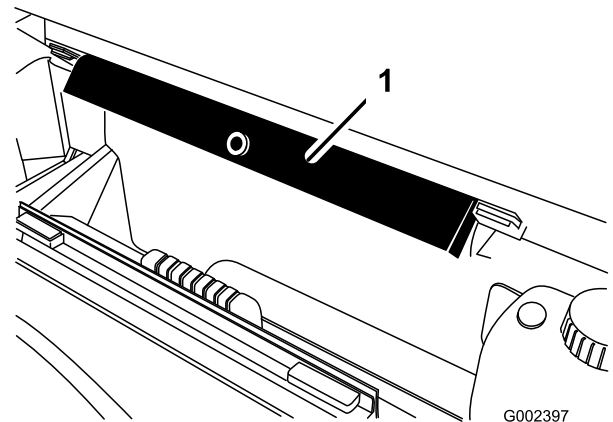

Bild 83
8. Nehmen Sie die Ladepritschenstütze aus den Einlagerungshalterungen hinten an der Überrollschutzplatte (Bild 83).